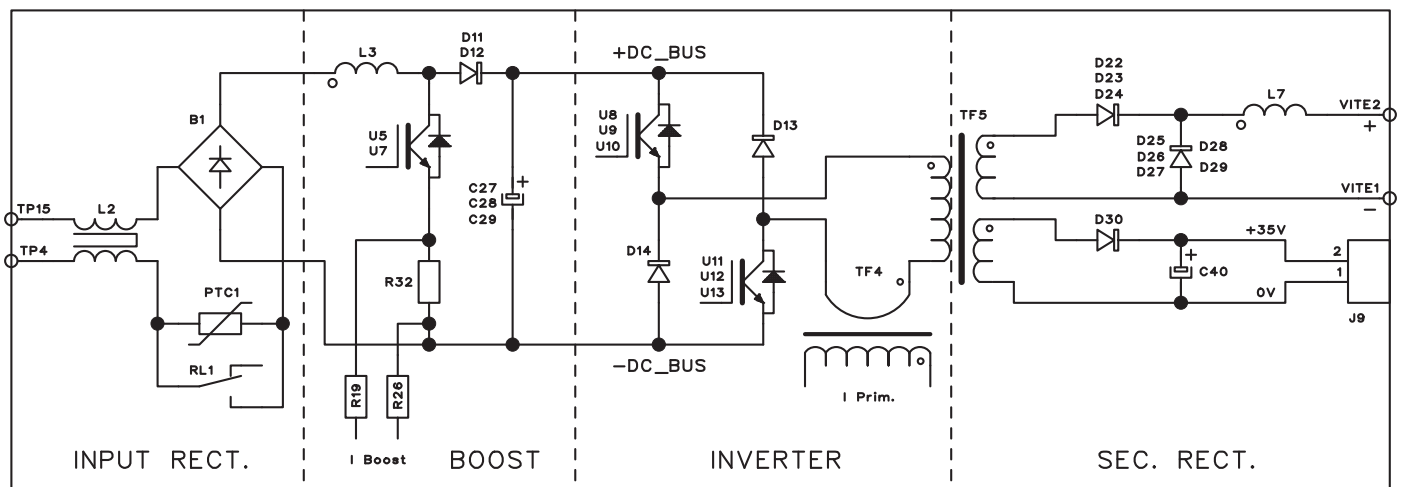

Fig. 2.3.1
Más exactamente en la tarjeta potencia (34) se pueden identificar (Fig. 2.3.1):
- el inverter de igt, que genera la tensión alterna de onda cuadrada para el transformador de potencia TF5, montado en la tarjeta potencia (34);
##### TEST ALIMENTACIÓN POTENCIA (Fig. 2.3.1, 2.3.2).